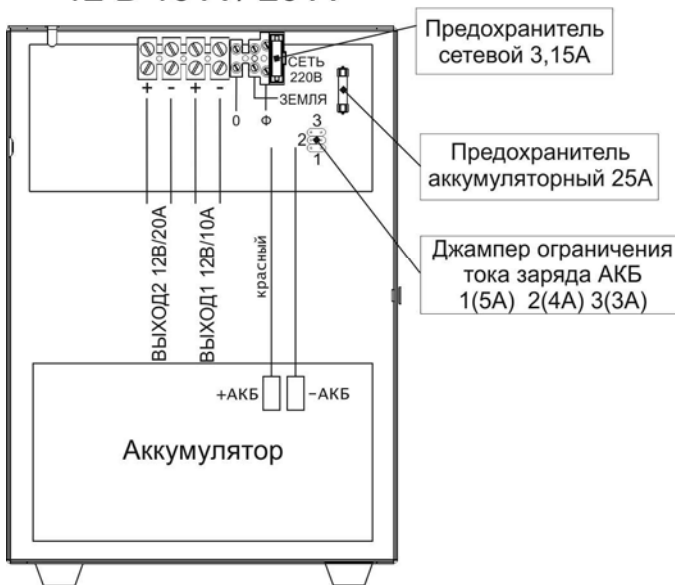

Рис.1 Расположение коммутационных элементов.
Изделие является зарядным устройством АКБ. Заряд АКБ происходит при наличии питающей сети (см. приложение рис.2). Питание нагрузки осуществляется от заряженной АКБ. Конструктивно изделие выполнено в металлическом корпусе, в котором расположена печатная плата с элементами электронной схемы. При открытой крышке корпуса осуществляется доступ к элементам коммутации и подключения внешних устройств – клеммам «+АКБ» и «-АКБ» для заряда АКБ; «**ВЫХОД2**» - выход питания дополнительной нагрузки; «**ВЫХОД1**» - выход подключения ИВЭПР типа СКАТ, «**СЕТЬ**» - сетевая колодка со встроенным предохранителем, аккумуляторный предохранитель на печатной плате (см. приложение рис.1).
Имеется возможность установки трех значений тока ограничения заряда, посредством изменения положения джампера (см. таблица 1 и Приложение рис.1), в зависимости от емкости подключаемой АКБ. В момент заряда АКБ от сети возможно питание нагрузки. Для оптимального заряда АКБ рекомендуется рассчитывать нагрузку таким образом, чтобы максимальный ток нагрузки не превышал значений указанных в табл.1
При необходимости отключения напряжения сети нужно извлечь, а для подачи напряжения вставить обратно, держатель с предохранителем в сетевой колодке (см. Приложение рис.1).
Подключение изделия производится при отключенном сетевом напряжении и открытой крышке (рисунок 1 приложения) в следующей последовательности:
- подключить провода сети 220 В 50 Гц к сетевой колодке изделия с учетом указанной фазировки (см. Приложение рисунок 1).
- установить джампер в одно из трех положений, соответствующих емкости используемых АКБ, см. Приложение рисунок 1.